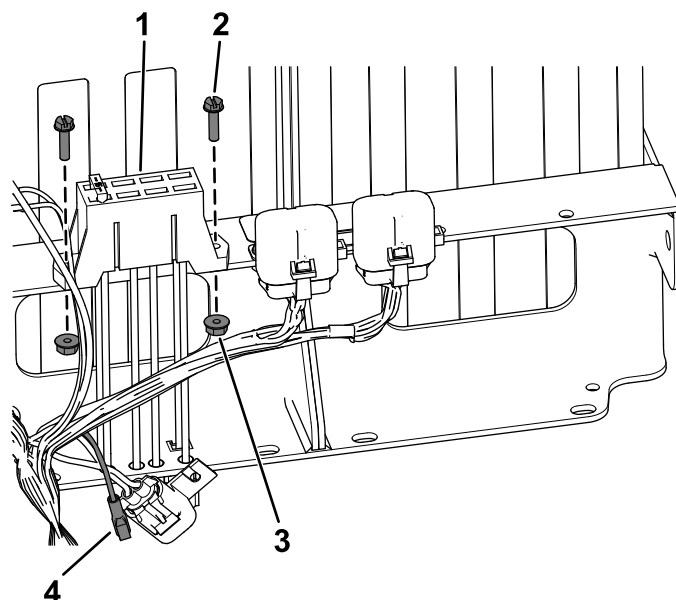

Figure 18
- **Modèles n° de série 403448001 et suivants**, fixez le nouveau porte-fusibles à l'aide des 2 vis à tête hexagonale à embase (n° 10 x 3/4 po) et 2 écrous crénelés (n° 10), comme montré à la Figure 18.
2. **Modèles n° de série 403448001 et suivants**, branchez le connecteur femelle du faisceau sur le nouveau porte-fusibles (Figure 18).